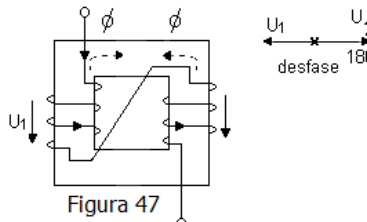

Figura 47
A.2.) Uniendo el fin de un devanado con el principio del otro, se obtiene un desfase de 180° (Figura 47)